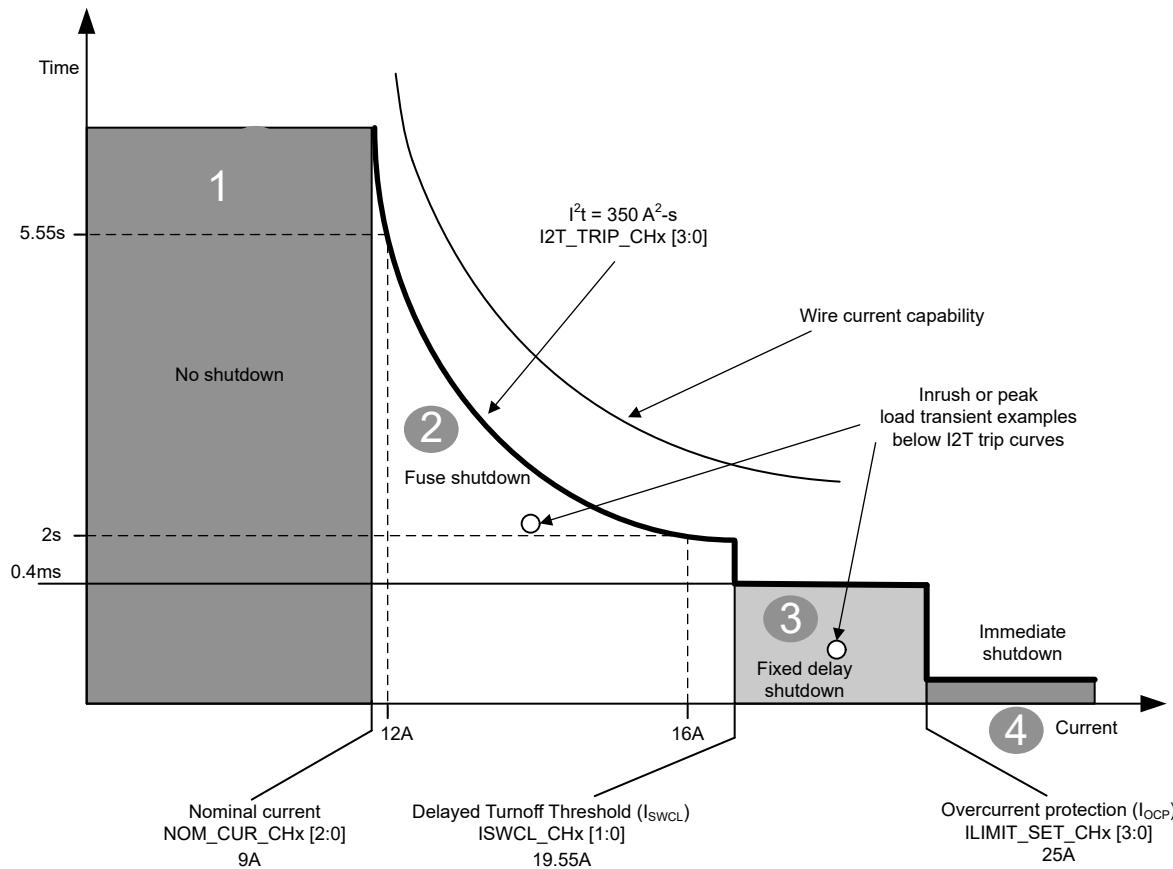

図 8-7. ヒューズベースのシャットダウンの動作領域
**I2T** 保護のこれらの動作領域を 図 8-7 に示します。